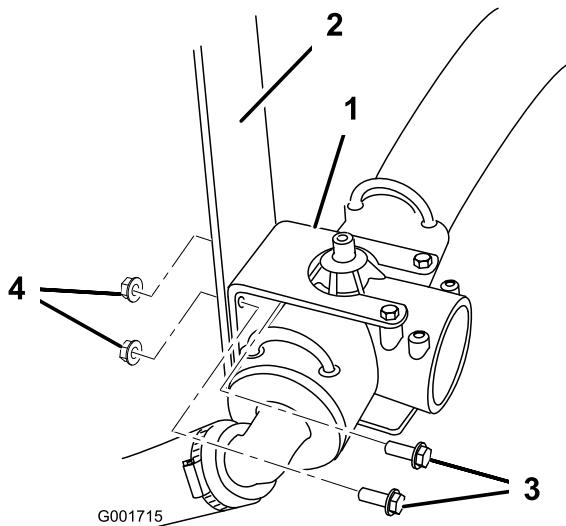

Figura 8
- Solo irroratrice Multi-Pro 1200:** Scollegate il piccolo tubo rosso dell'indicatore di pressione dal raccordo verde sulla cima del raccordo a T (Figura 8).
- Rimuovete i due bulloni e i due dadi che fissano il raccordo a T e la relativa staffa di montaggio al veicolo (Figura 8). Conservate gli elementi di fissaggio per il loro successivo riutilizzo.